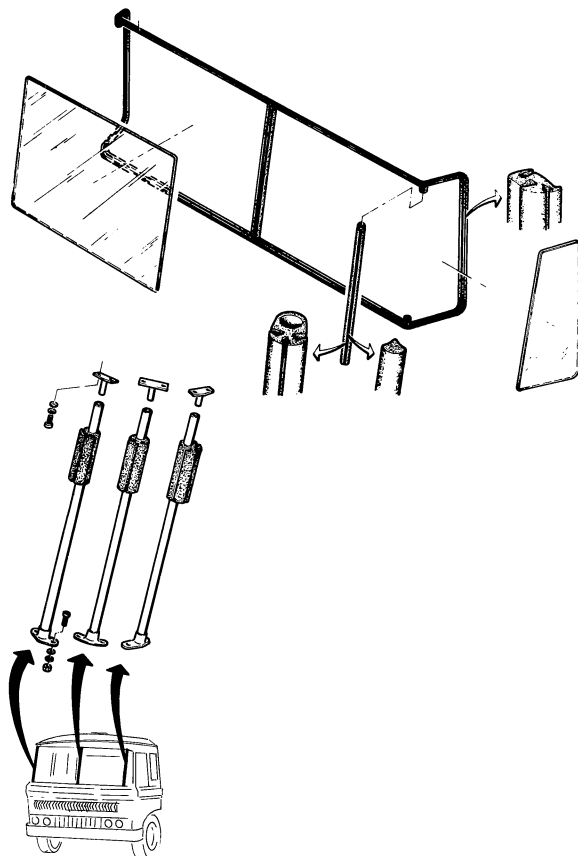

Fig. 18.
3. Schuif het rubber raamprofiel van de beide zijstijlen op de voorruit (fig. 18).
4. Breng de drie metalen voorruitstijlen in het raamrubber aan (fig. 18). Het verdient aanbeveling hierbij een smeermiddel te gebruiken (bijvoorbeeld Shell Donax R). Dit mag uiteraard het rubber niet aantasten. Breng de drie kleine voorruitstijlen aan (fig. 18). Let er op dat de juiste stijl op de juiste plaats wordt aangebracht.
8. Zet de voeten van de voorruitstijlen op hun plaatsen vast. Alleen bij de zijstijlen, onder de dashboardplaat, worden losse moeren gebruikt (fig. 18).
3. Chausser les pare-brise dans les profilés-caoutchouc des montants latéraux (fig. 18).
4. Glisser les trois montants métalliques des vitres latérales dans le profilé caoutchouc (fig. 18). Ceci peut être facilité en utilisant de la graisse (par ex. Shell Donax R), qui n'attaque toutefois pas le caoutchouc. Veiller à poser le bon montant au bon endroit.
8. Fixer les pieds des montants du pare-brise. Pour les montants latéraux, utiliser des écrous (fig. 18) que l'on visse par dessous la plage du tableau de bord.